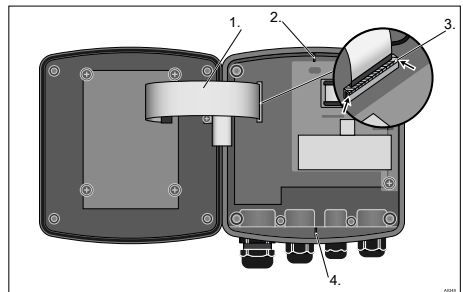

Рис. 36: Снятие плоского кабеля
Цоколь плоского кабеля припаян к плате. Цоколь нельзя снять. Для снятия плоского кабеля необходимо открыть фиксатор (3) на цоколе, см. Рис. 36